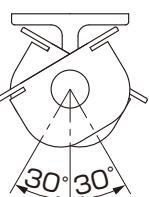

図4-15
- 角度調整は最大で片側30°の角度にすることができます。(図4-15参照)